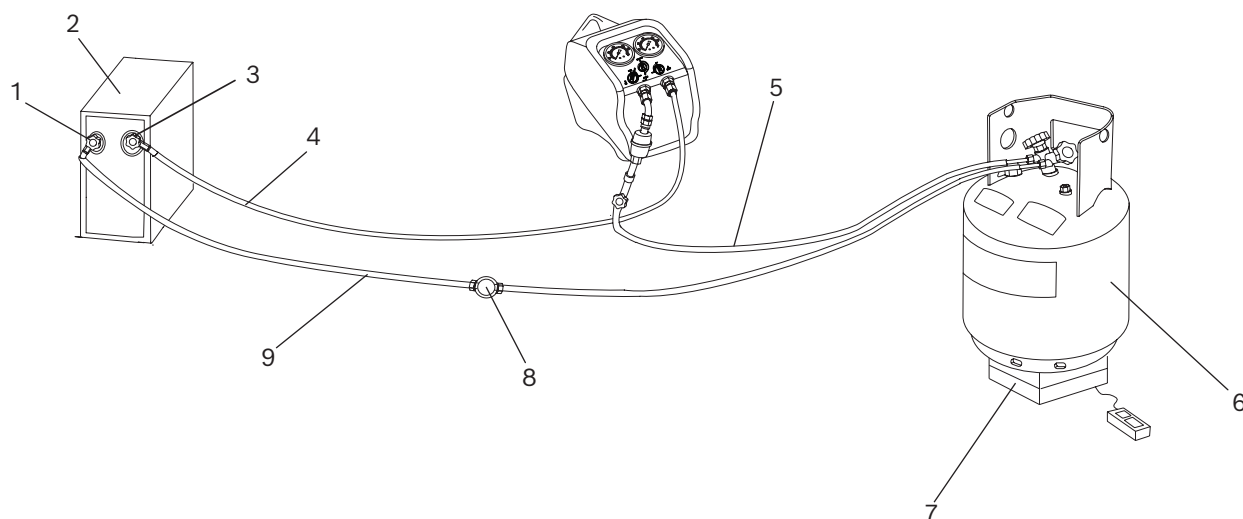

Fig.4: Recuperación de push / pull
4. Conecte el RG4.0 al sistema al que se está dando servicio según la Fig. 4. Siga el orden que se indica a continuación. Utilice solamente mangueras de refrigerante designadas que cumplan la normativa local. Debido a que las mangueras deben cambiarse para eliminar el refrigerante del sistema, es necesario utilizar mangueras con válvulas de cierre manual en ambos extremos, y estas instrucciones están escritas para dichas mangueras.
- Conecte una manguera al puerto de líquido de un depósito de recuperación homologado de dos válvulas y el otro extremo al puerto de servicio del lado alto (líquido) del sistema de A/A o refrigeración. Es conveniente disponer de una mirilla (Fig. 4, Pos. 8) en esta manguera para controlar el caudal de refrigerante líquido.
- ⇒ El refrigerante líquido debería empezar a fluir hacia el interior del depósito. Esto puede verificarse con la mirilla. Consulte la Fig. 4, Pos. 8.